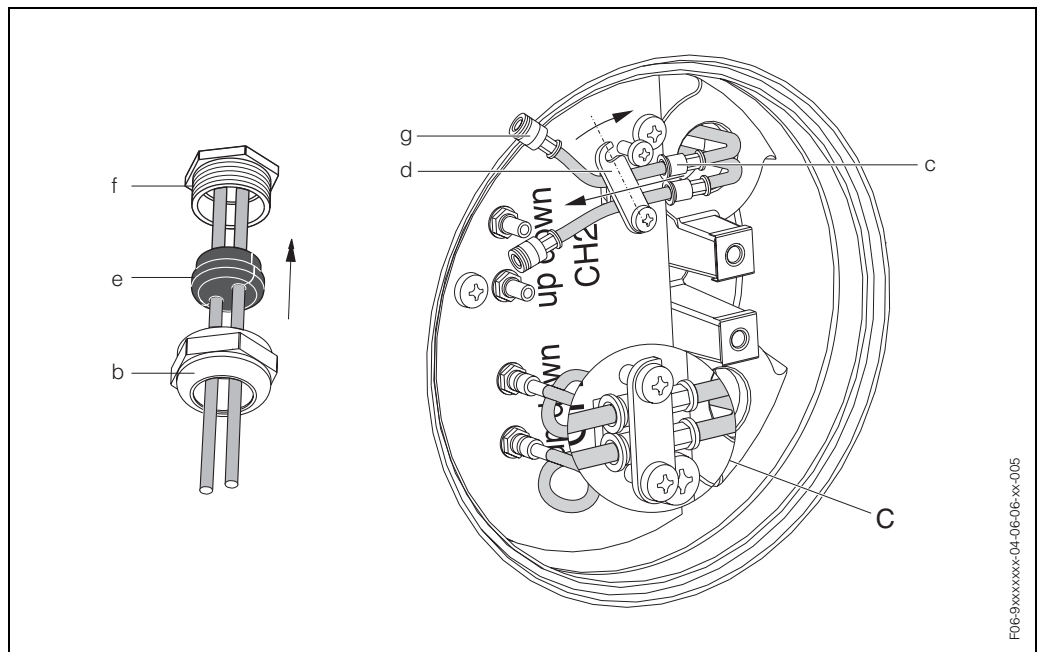

Fig. 5: Raccordement du câble de liaison du capteur
6. Embrocher le connecteur du câble de capteur conformément à la Fig. 5.